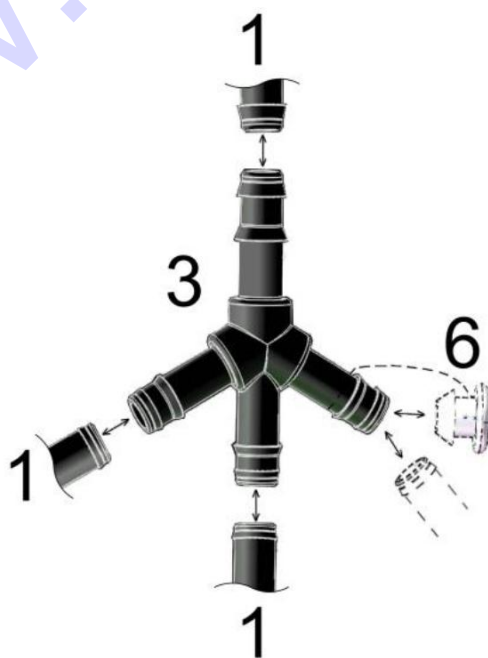

Рис.1
2. Соедините насос (9) и подающий шланг (1).
3. Установите насос (9) на дно бочки с водой.
4. Выберите длину подающего шланга (1) и соедините его с большим разветвителем (3) так, чтобы он выходил из бочки в соответствии с общей схемой и рис.1.
5. Большой разветвитель (3) рекомендуется зафиксировать в неподвижном положении для избежания вибраций во время подачи воды.
6. В соответствии с Вашей схемой посадки выберите длину подающих шлангов (1), идущих от большого разветвителя (3). Нарезьте и соедините их с выходами большого разветвителя (3). При необходимости воспользуйтесь пробкой большого разветвителя (3) (Рис.1).